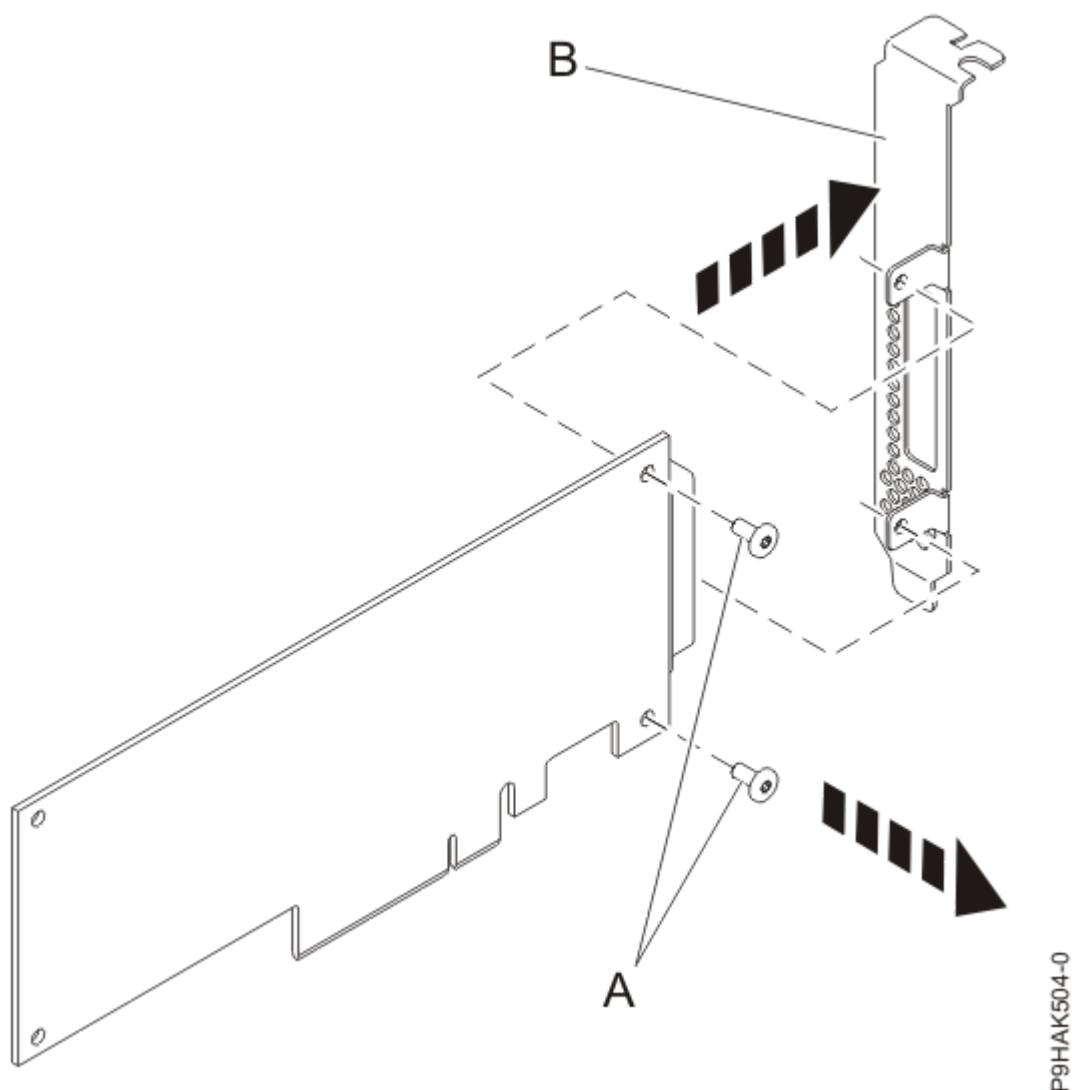

図 20. 新しいアダプターからのハイプロファイル・テール・ストックの取り外し
8. 27 ページの図 20 に示すように、プラスのねじ回しを使用して、ハイプロファイル・テール・ストック (B) を新しいアダプターに取り付けている 2 個の留めねじ (A) を外します。